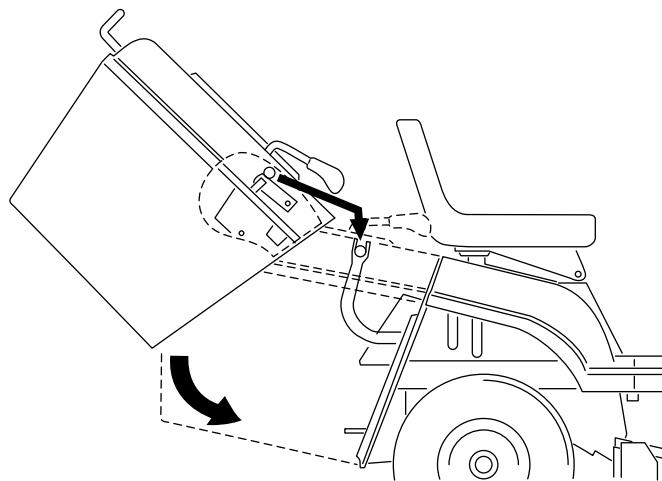

Bild 37
1. Kippen Sie das Heckfangsystem mit beiden Händen nach vorne (Bild 37).
2. Kippen Sie das Heckfangsystem ungefähr 40 Grad nach vorne. Schieben Sie es dann auf die Stützschielen hinten an der Maschine (Bild 37).